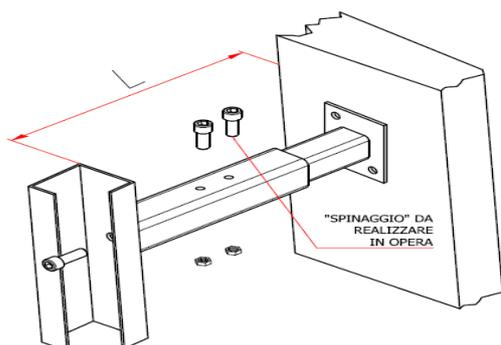

Fig. 11.4
- ✓ Per questa ipotesi di fissaggio della struttura riferirsi alle indicazioni nel riquadro per la distanza L MIN e MAX (Fig. 11.4)